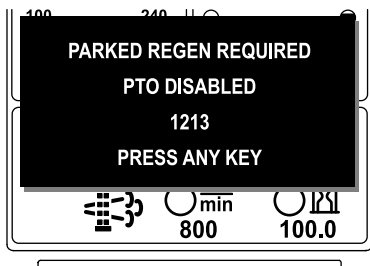

Figura 48
- Se não efetuar uma regeneração em estacionamento dentro de 2 horas, o InfoCenter indica que é necessária uma regeneração em estacionamento – tomada de força desativada AVISO N.º 1213 (Figura 48).